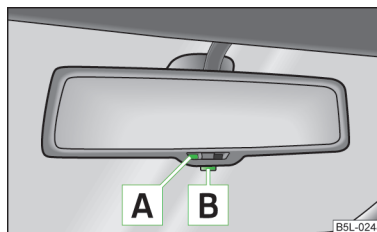

Fig. 40
- Premere il tasto **B** » fig. 40, la spia di controllo **A** si accenderà.